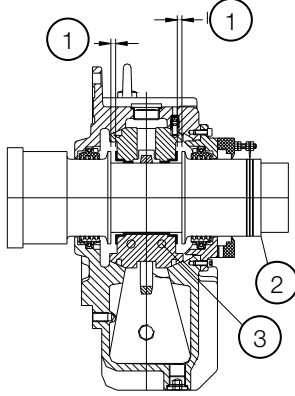

Figura 4.12: Cojinete de deslizamiento
**Leyenda de la Figura 4.12:**